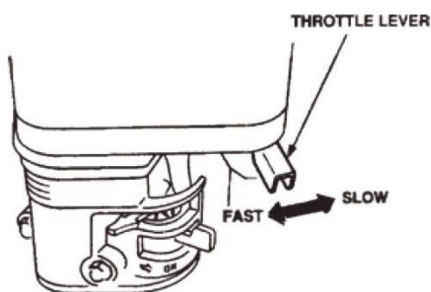

FIG. 11
9.9 För att börja glätta, flytta gasreglaget (FIG. 11) mot "SNABB"-läget.
10.1 Flytta gasreglaget till TOMGÅNGS- eller LÅNGSAMT läge (FIG. 11) och kör motorn i tre minuter på låg hastighet.